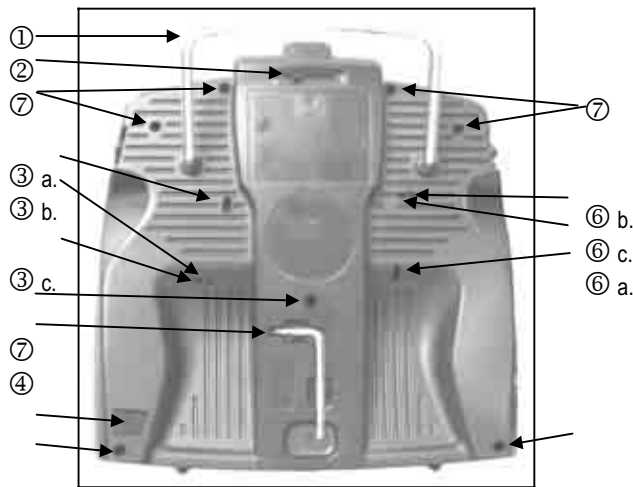

Ilustración 9.3: Parte trasera de la emisora
Para hacerlo, no tendrá que abrir la emisora. Los tornillos están accesibles a través de los orificios de la carcasa de la emisora. Puede ver la posición de los distintos tornillos de ajuste en la ilustración 9.3.
Los tornillos que permiten esta operación no están accesibles desde el exterior. Deberá abrir la emisora. (7 tornillos, marcados como ⑦ en la imagen 9.3)
Para cambiar la batería, deberá abrir la emisora. (7 tornillos, marcados como ⑦ en la imagen 9.3)